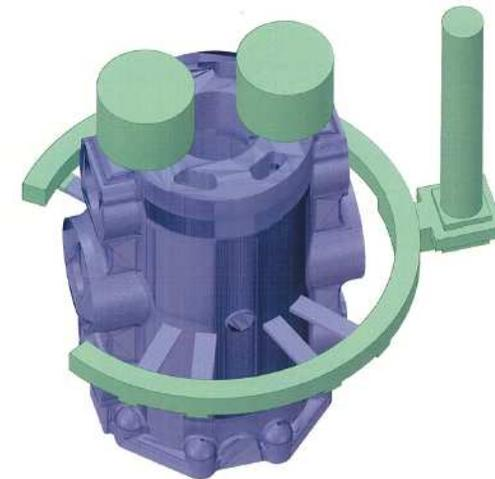

図2 鋳造方案込の3Dデータ
- 2) 鋳造方案の設計(図2参照) (3Dプリンタ造型の利点を生かした鋳造方案に変更) (α)